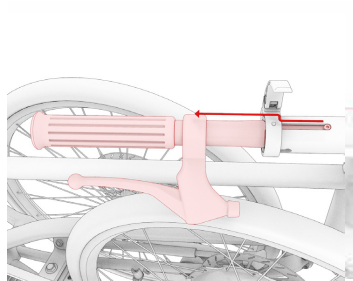

Fig. 2.11
- ⑨ Tirez les deux extrémités du guidon hors du tube principal (Fig. 2.11 + 2.12). Fermez ensuite les attaches rapides afin d'éviter qu'elles ne soient endommagées pendant le transport. Fermez toujours les attaches rapides (même si les extrémités du guidon ne sont pas branchées) pour éviter qu'elles ne se desserrent.